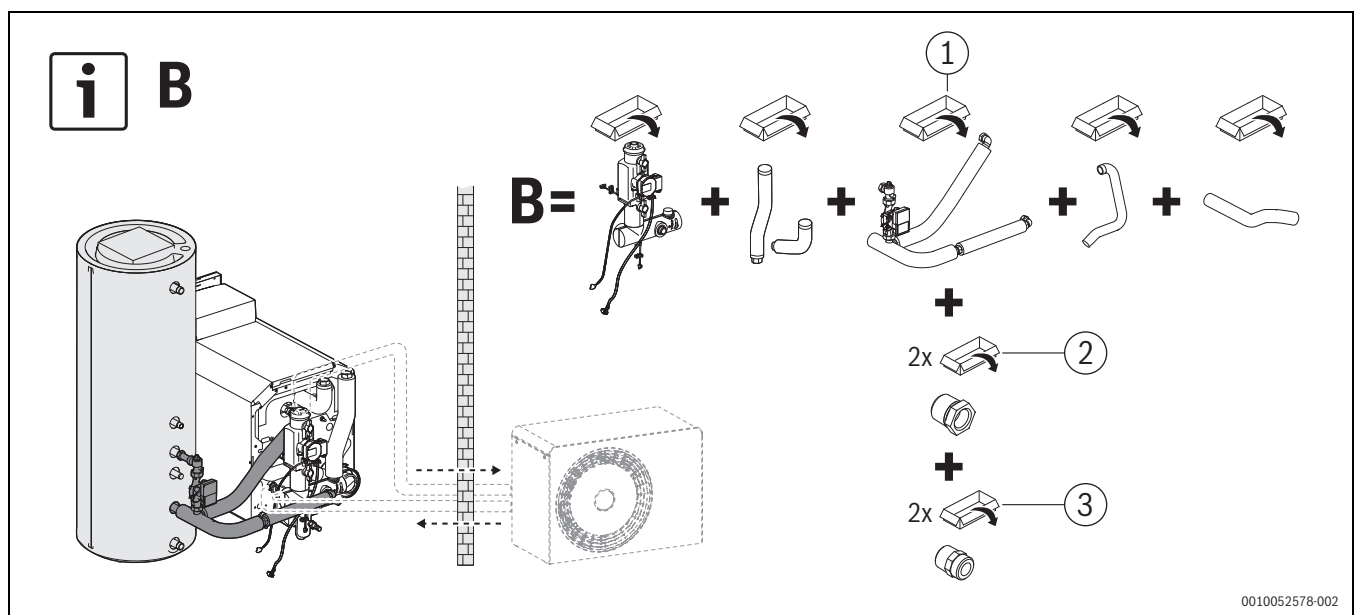
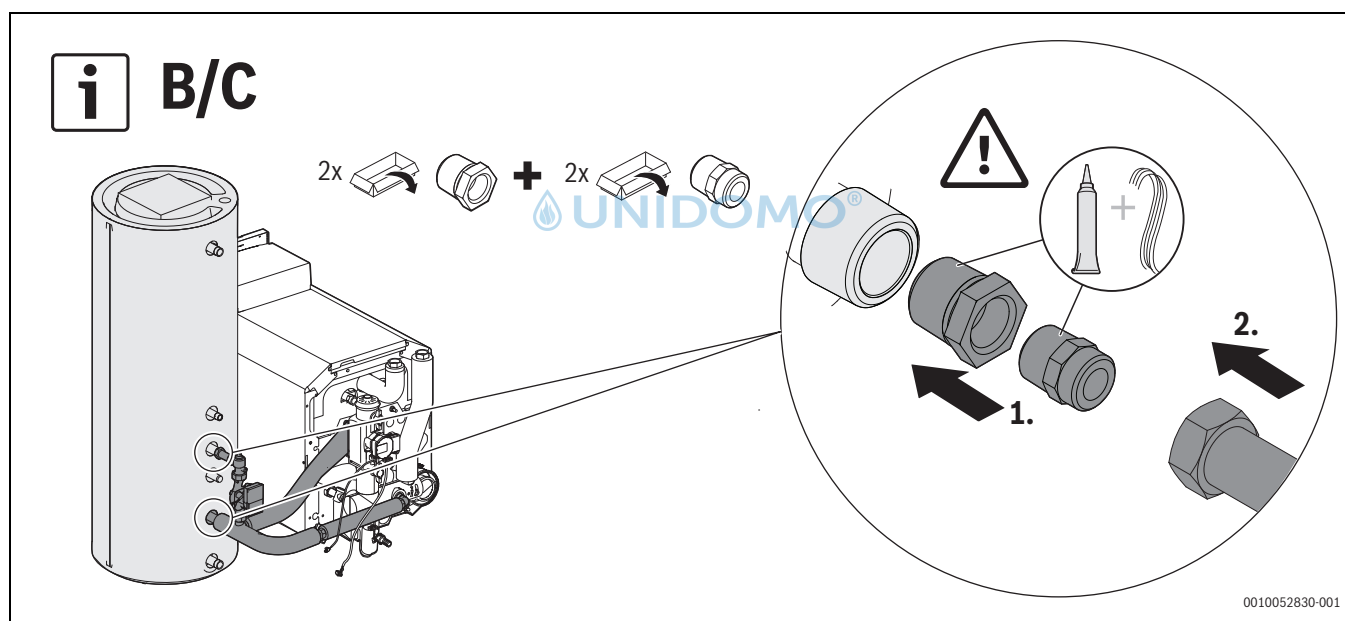

Bild 8 Speicherverbindung stehender Speicher rechts, Variante B, beispielhaft dargestellt für Kesselgröße 18 kW
Bild 10 Montage Speicherverbindung stehender Speicher, Varianten B und C
- Rohrgruppe entsprechend der vorgesehenen Varianten (→Bild 8 – Bild 10) montieren (→separate Installationsanleitung des Speicherverbindungs-Sets beachten); **Varianten B, C.**